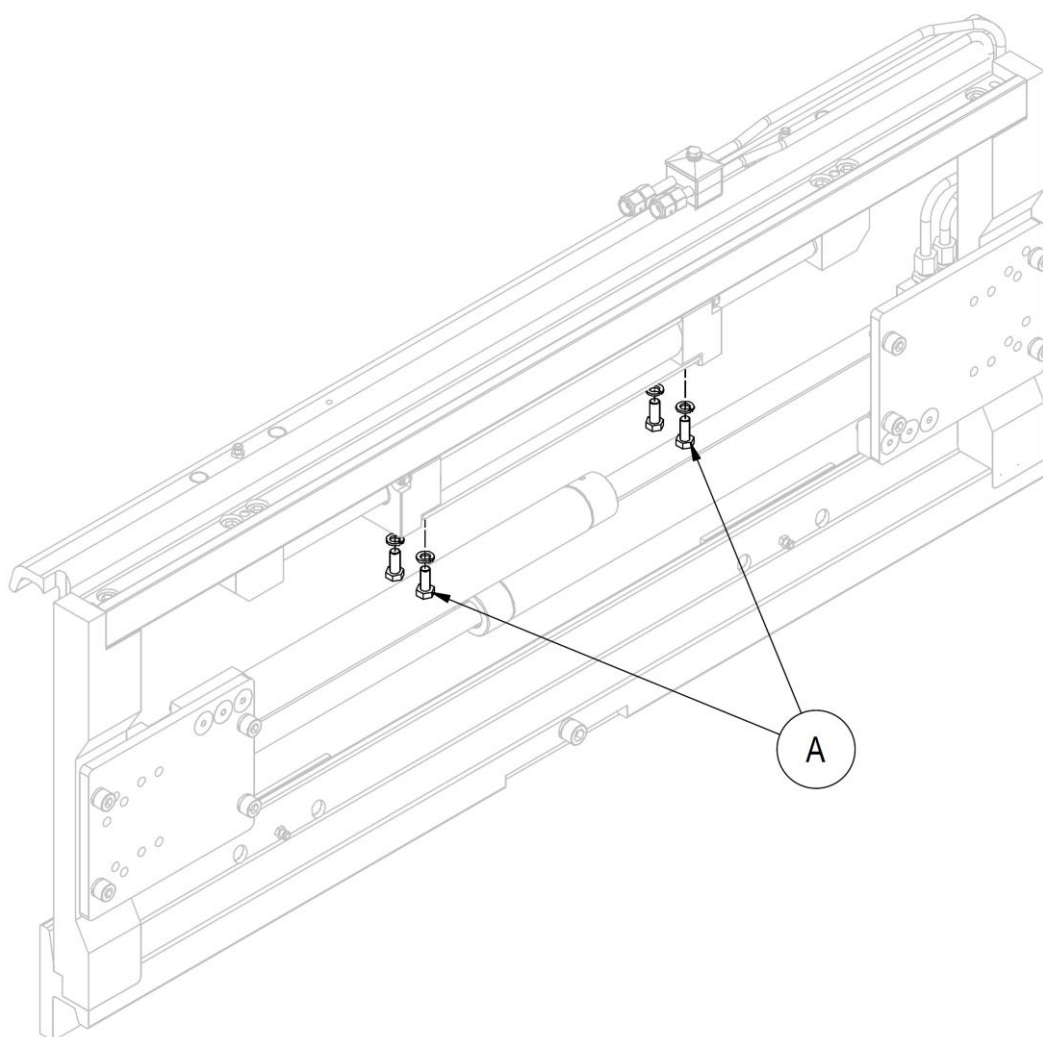

Abbildung 33
3. Entfernen Sie die vorhandenen Schrauben **A** und nehmen Sie den Zylinder weg von seinem Sitz (siehe *Abbildung 33*).